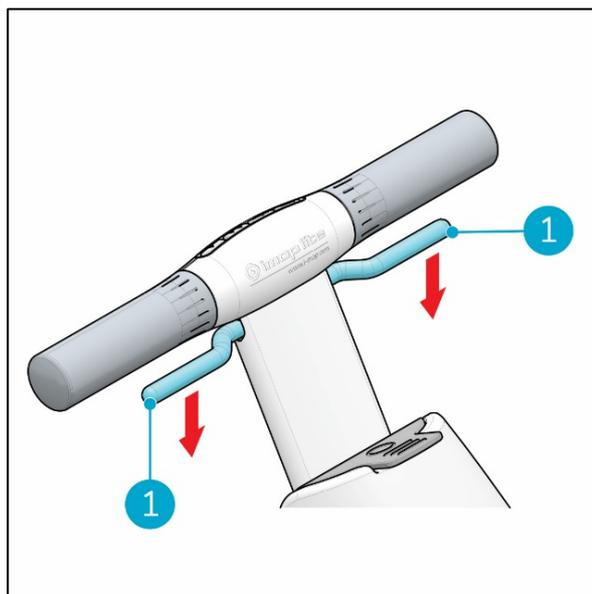

Figure 20
Relâchez la gâchette (Figure 20, pos 1) pour arrêter automatiquement l'i-mop Lite.